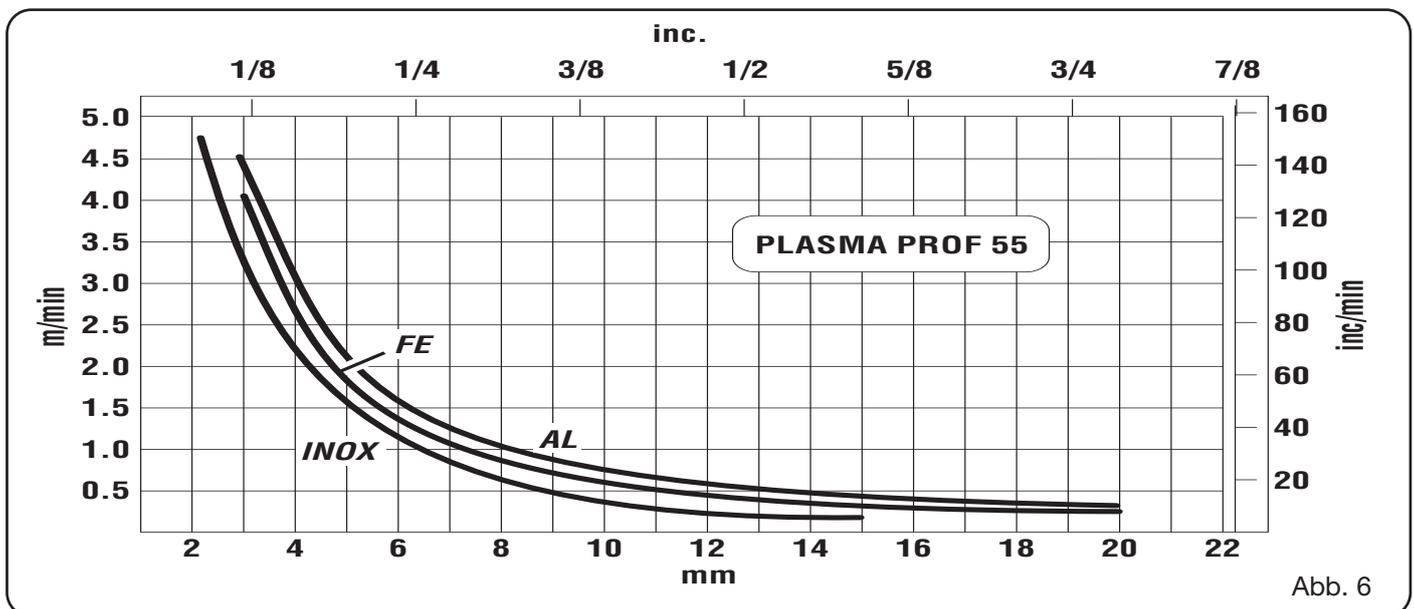

Abb. 6
- Werkstückdicke zu groß (siehe das Schneidgeschwindigkeitdiagramm in Abb. 6)